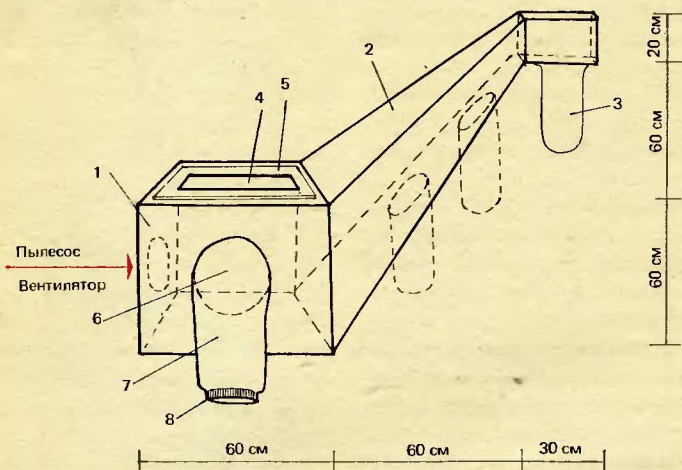

Рис. 2. Устройство для перегонки перо-пуховой смеси
Устройство для перегонки пуха (рис. 2) состоит из основной камеры (1), наклонной трубы (2), пухосборника (3). Основная камера (1) имеет отверстие (4), которое предназначено для загрузки в камеру перо-пуховой смеси. Отверстие закрывается проз-